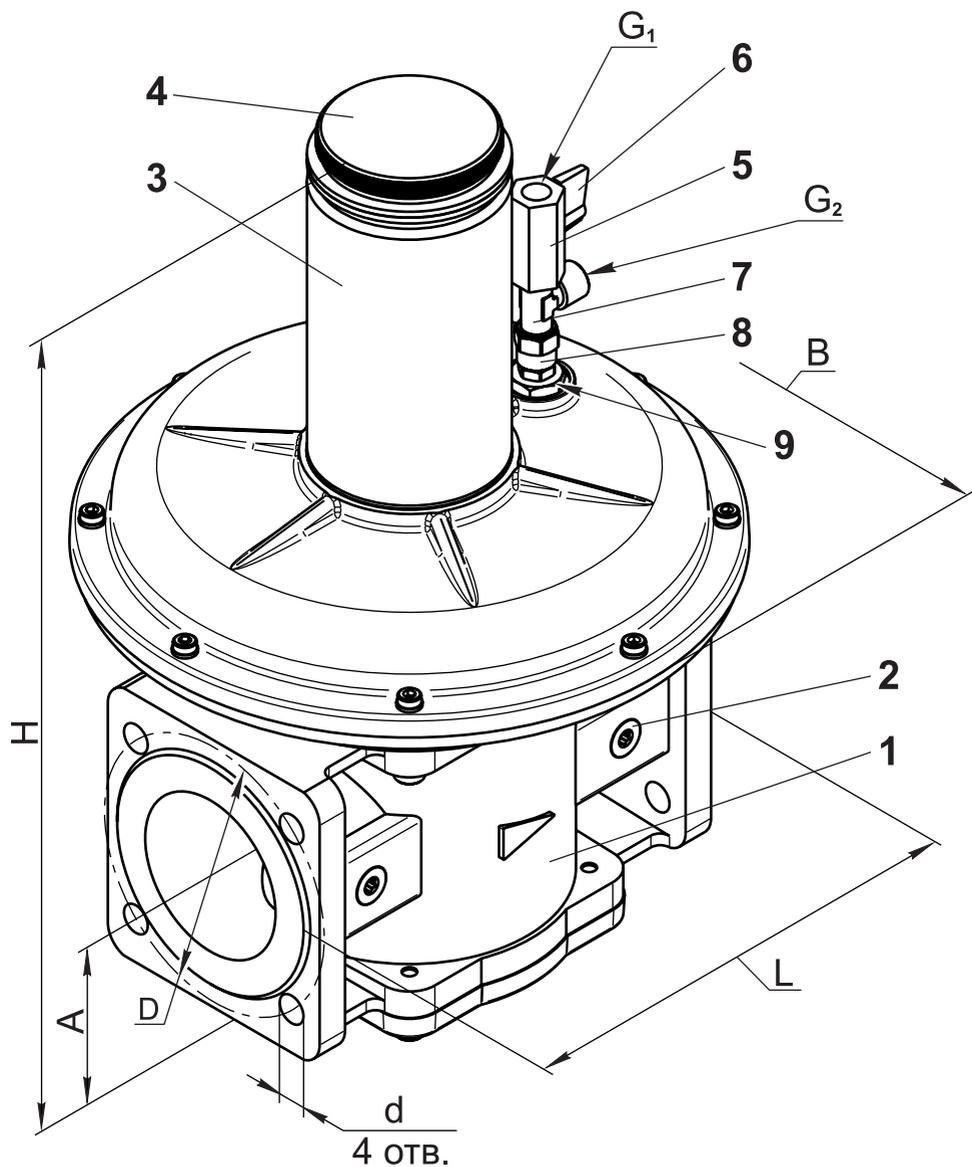

Рис. 1
2.1 Регулятор (см. рис. 1) состоит из непосредственно регулятора:
4.2.13 Перед установкой регулятора необходимо выкрутить защитную заглушку из крышки регулятора и смонтировать дроссельный узел (поз. 5, 6, 7, 8 и 9) в соответствии с рис.1 (собранный дроссельный узел прикладывается комплектно к регулятору). После монтажа дроссельного узла необходимо проверить внешнюю герметичность всех стыков в узле.
- регулирующей ручкой 6 (рис. 1) установить требуемое соотношение газ-воздух.